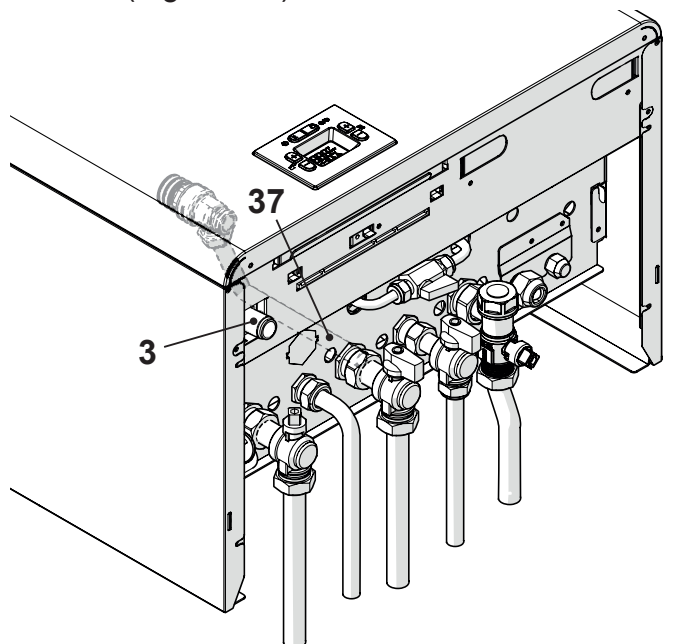

Figura 9.5
- Collegare lo scarico della valvola di sicurezza 37 (Figura 9.5) ad un imbuto di scarico.
- Collegare il tubo di scarico condensa 3 (Figura 9.5) all'interno del condotto di scarico